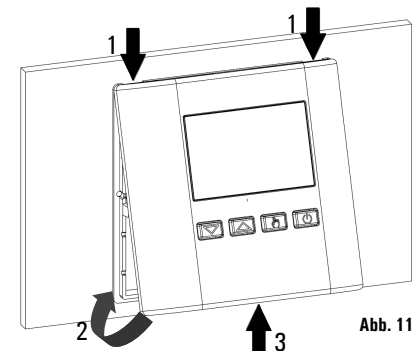

Abb. 11
- Klappen Sie nun das Gehäuseoberteil nach links (siehe Abb. 11). Drücken sie nun die Verriegelung nach hinten und führen Sie nun das Gehäuseoberteil nach links, bis die Verriegelung einrastet.